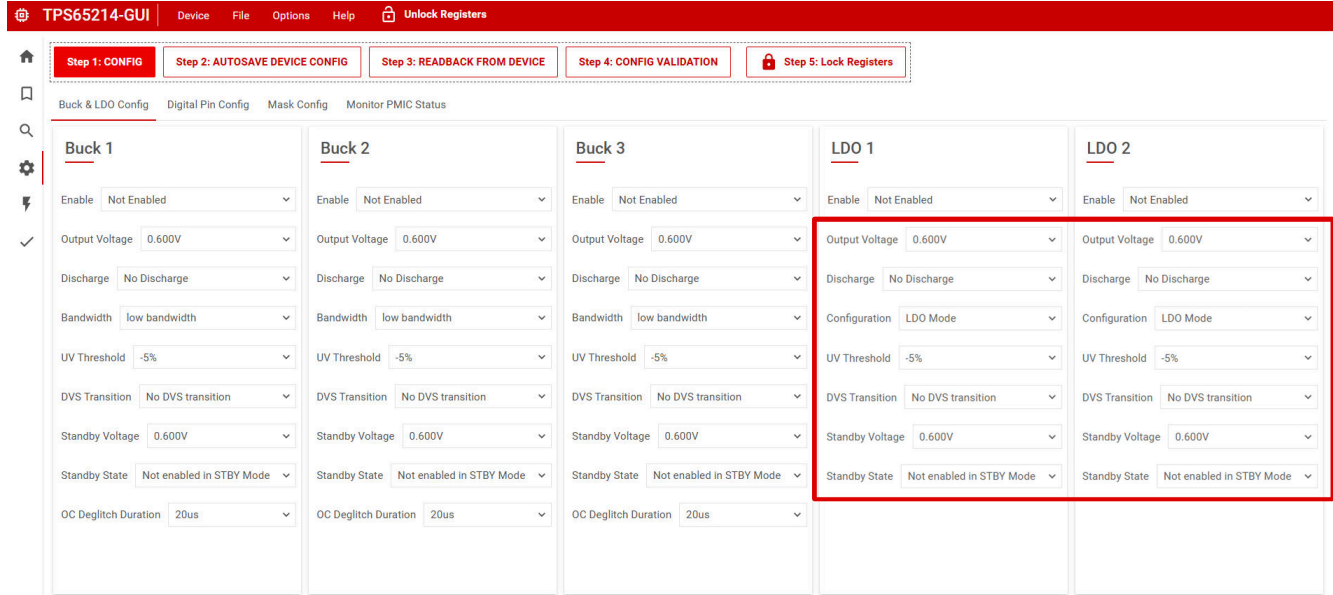

图 5-3. 使用 TPS65214-GUI 的 LDO 设置
- 图 5-3 显示了使用 TPS65214-GUI 的配置选项卡时要更改的设置。